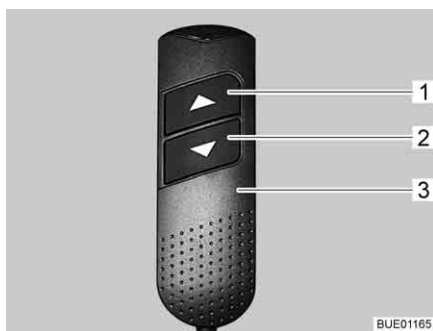

Fig. 41 Elemento di regolazione
- Sull'elemento di regolazione (Fig. 41,3) premere contemporaneamente i due tasti freccia (Fig. 41,1 e 2) e tenerli premuti fino a quando il letto basculante non si è spostato completamente verso il basso. Una volta rilasciati i tasti viene emesso un segnale acustico di conferma.
- Sull'elemento di regolazione (Fig. 41,3) premere il tasto freccia inferiore (Fig. 41,2) e tenerlo premuto fino a quando il letto basculante non ha raggiunto la posizione finale in basso.
- Sull'elemento di regolazione (Fig. 41,3) premere il tasto freccia superiore (Fig. 41,1) e tenerlo premuto fino a quando il letto basculante non ha raggiunto la posizione finale in alto.
- Portare leggermente il letto basculante con i tasti freccia (Fig. 41,1 o 2) nella direzione opposta.